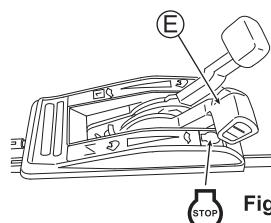

Fig. 15
- Le moteur cale si vous activez le levier d'embrayage de la lame alors que la manette des gaz (E) est placée sur ".
- Placez la manette des gaz (E) sur "". (Voir Fig. 15)